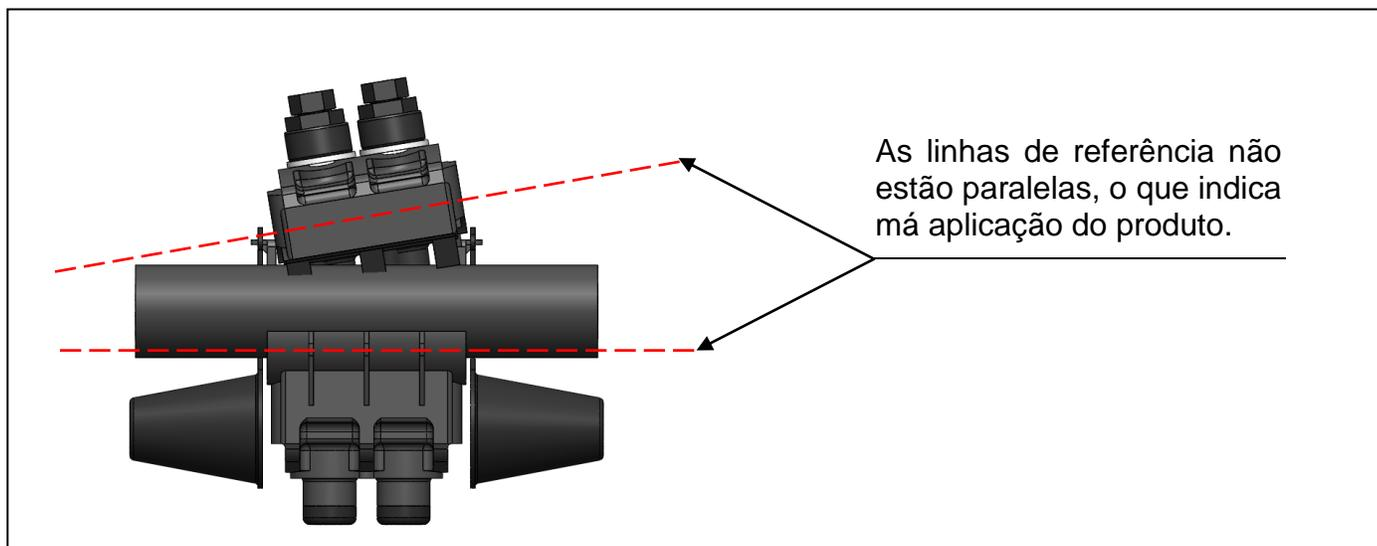
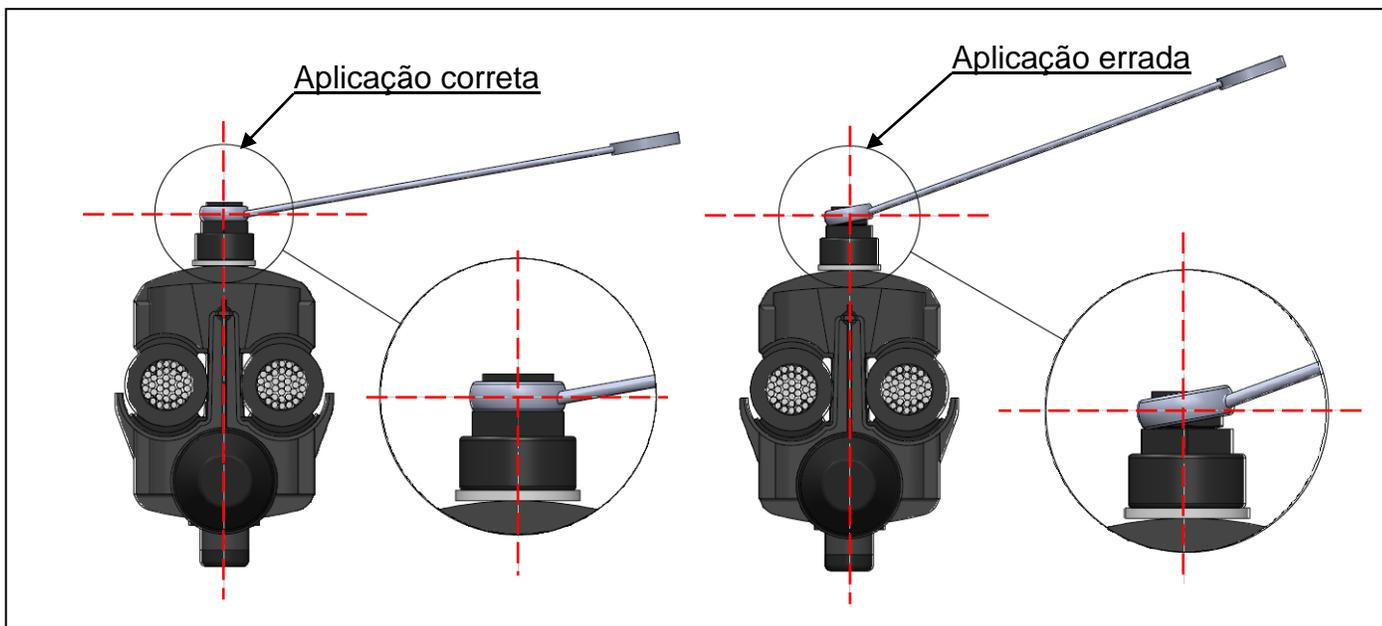

Figura 3
Figura 6
**OBSERVAÇÃO:** A FIGURA 3 MOSTRA A MOVIMENTAÇÃO DO CONECTOR QUANDO O PARAFUSO TORQUIMÉTRICO É APLICADO DE FORMA ERRADA, QUANDO O PARAFUSO FOR APLICADO DE UMA VEZ SÓ E NÃO UM POUCO DE CADA VEZ, CAUSA A INCLINAÇÃO DA TAMPA, DESTA FORMA OS BARRAMENTOS NÃO PERFURAM OS CABOS CORRETAMENTE.
**3.6 CUIDADO NA APLICAÇÃO DO PRODUTO PARA QUE A CHAVE ESTEJA SEMPRE PERPENDICULAR AO PARAFUSO, POIS MOVIMENTOS DE INCLINAÇÃO PODEM ROMPER A CABEÇA TORQUIMÉTRICA ANTES DO TORQUE ESPECIFICADO NA TABELA 1, CAUSANDO UMA APLICAÇÃO INEFICIENTE CONFORME EXEMPLO FIGURA 3. A FIGURA 6 EXEMPLIFICA AS APLICAÇÕES CORRETAS E ERRADAS.**